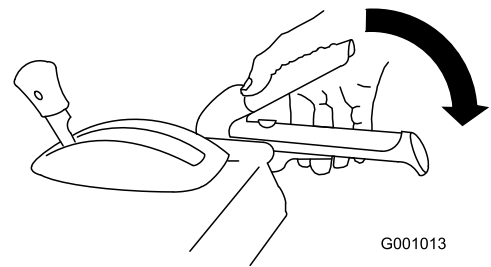

Bild 29
1. Drücken Sie zum Einkuppeln des Räumwerk-/Gebläseradantriebs den rechten Hebel (Räumwerk/Gebläserad) zum Handgriff (Bild 29).